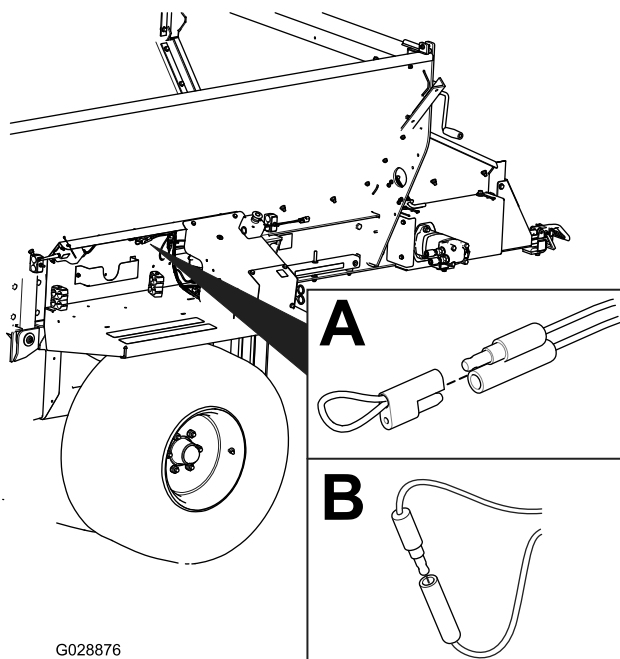

Figura 63
2. Retire a tampa dos dois conectores de diagnóstico shunt (Figura 63, A).
3. Ligue os conectores de diagnóstico do shunt em conjunto (Figura 63, B).